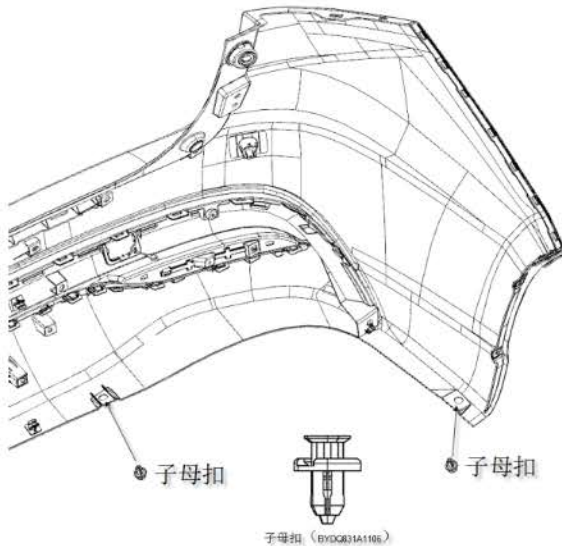

图 2-8
- (1) 用一字螺丝刀轻轻将后保险杠左右两侧的堵盖撬开,撬的时候注意包裹一层胶布,避免刮伤漆面;
- (2) 用 10#套筒将左右两侧缓冲块拆除;
- (3) 用内六角头螺丝刀拆除后保后部与车
(4) 用十字螺丝刀拆除后保险杠翻边左右两侧的 2 个自攻螺钉；
(5) 拆除后保险杠与车身钣金支架连接的 4 个子母扣，全部拆卸完，如图 2-8 所示；